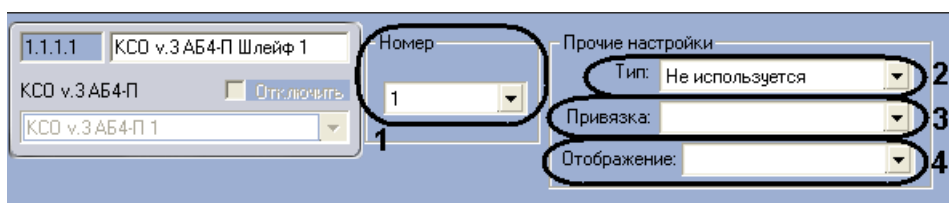

Рис. 3.2—6 Настройка шлейфов АБ4-П
1. Из списка **Номер** выбрать номер соответствующего входа АБ4-П (Рис. 3.2—6, 1).
2. Выбрать тип шлейфа из соответствующего списка (см. Рис. 3.2—6, 2).
3. Из списка **Привязка** выбрать охранную зону, к которой относится шлейф (см. Рис. 3.2—6, 3).